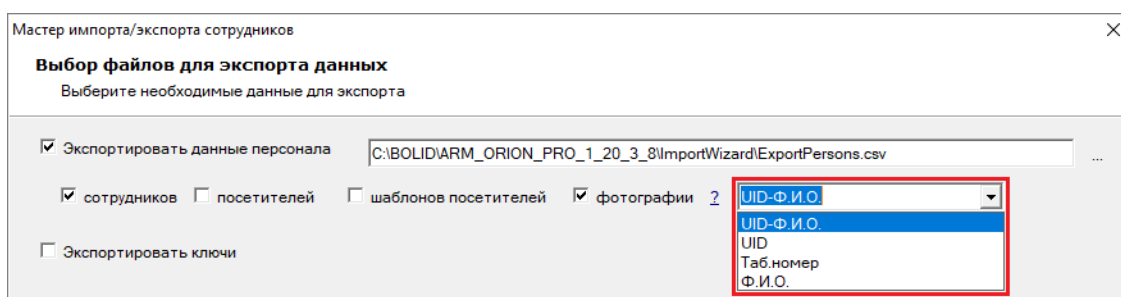

Рисунок 15-34 Выпадающий список вариантов формирования имен файлов экспортируемых фотографий
3) в появившемся выпадающем списке (см. Рисунок 15-34) выберите один из вариантов формирования имен файлов экспортируемых фотографий⁷³: